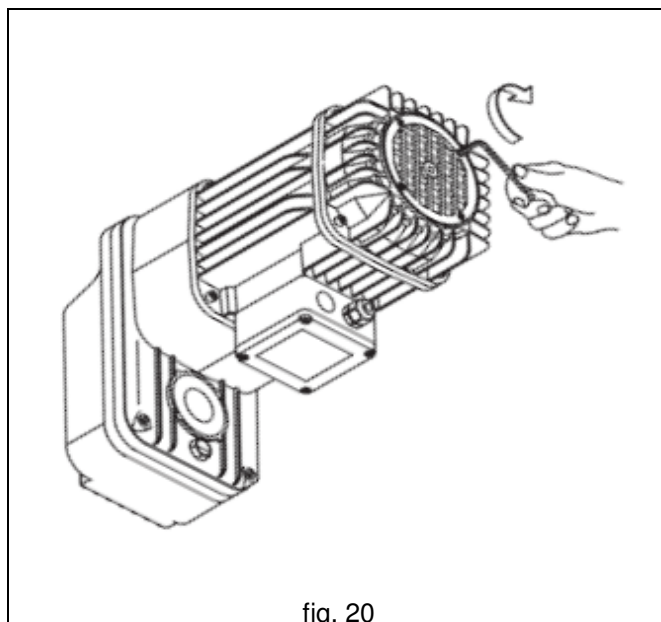

fig. 20
3. Efectuar las pruebas de traslación y de frenado, si es necesario, repitan las operaciones descritas hasta obtener la torsión de frenado deseada, después de haber montado de nuevo el ventilador y de haberlo apretado y fijado bien con los relativos tornillos de “cabeza cóncava hexagonal” (fig. 20).